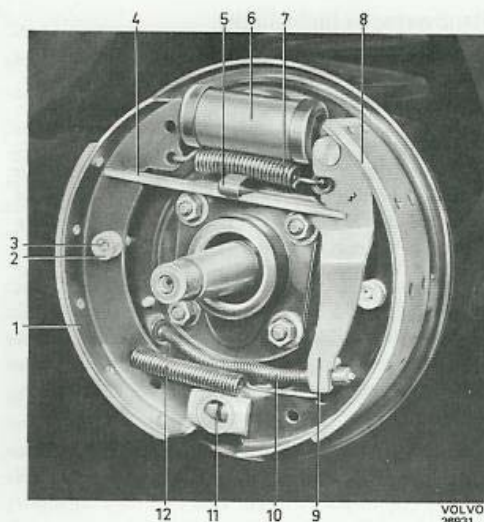

Bild 30. Bakhjulsbroms, 1-krets
2. Nita fast de färdiga originalbeläggen. Främre belägget placeras nedtill på backen och bakre upptill, se bild 30. Använd nitar enligt specifikationen och nitpress med passande dornar. Börja nita på mitten och fortsätt utåt ändarna. Kontrollera efter nitningen att bromsbelägget ligger väl an efter hela sin längd.
Förfarandet vid limning varierar med olika fabrikat på ugn och provningsapparat varför en allmängiltig beskrivning inte kan ges. Vid limning följs noggrant limtillverkarens rekommendationer. Beläggens placering på backen framgår av bild 30. Till limningen får endast sådant lim användas, som är speciellt tillverkat för att tåla de höga temperaturer, som uppstår vid långvarig bromsning.
3. Sätt parkeringsbromsens länk på sin plats och se till att den vänds rätt. Haka på nedre returfjädrarna och montera främre bromsback med styrpinne och låsklämma. Haka på övre returfjädrarna med bromsfjädertång. Ta bort SVO 4074. Montera fjäderklämma (5, bild 30).